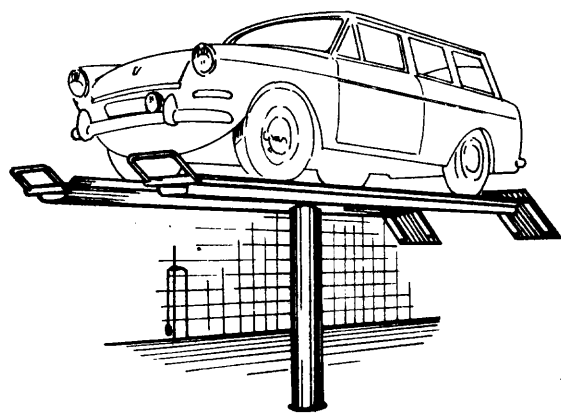

Fig. 1
Elevador óleo-neumático (fig. 1). Los elevadores están constituídos por un cilindro (fig. 2), dentro del cual se desliza una columna o émbolo (2), de paredes finamente pulimentadas.